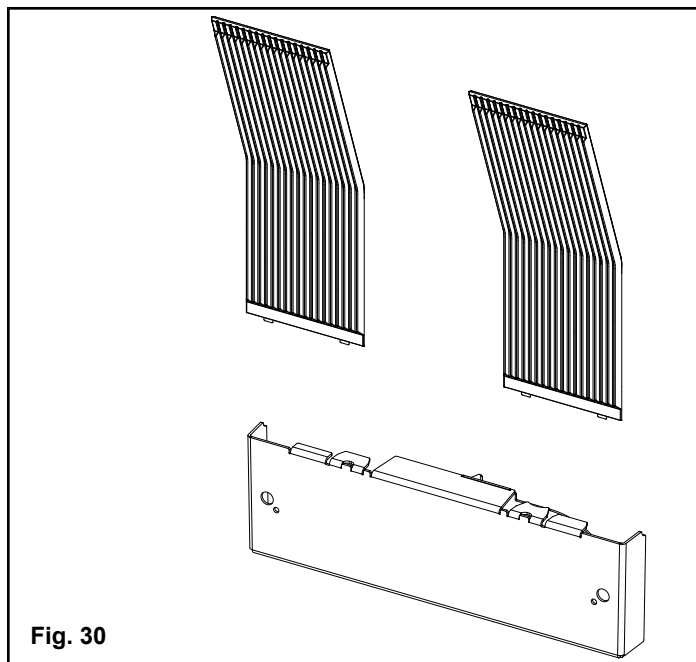

Fig. 30
1. Enlevez les deux couvercles de l'échangeur de chaleur. Voir figure 30. Ces couvercles sont en fonte et maintenus en place par une attache pivotante dans les angles supérieurs droit et gauche. Voir fig. 31. Pivotez suffisamment l'attache vers le haut pour libérer le bord supérieur du couvercle de l'échangeur de chaleur. Basculez le couvercle vers l'avant d'environ 5 cm (2") et soulevez-le d'environ 2,5 cm (1") de façon à libérer le bord inférieur. Le couvercle peut maintenant être entièrement sorti par l'ouverture supérieure de la porte. Répétez ce procédé avec le deuxième couvercle de l'échangeur de chaleur. (Suite page suivante).
2. Enlevez l'assemblage de prise d'air comburant. Fig. 30. La prise d'air comburant est maintenue en place par deux attaches pivotantes. Fig. 32. Pivotez chaque attache jusqu'à ce qu'elle pende librement, loin du goujon de retenue. Vous pouvez maintenant sortir la prise d'air en la basculant et en sortant d'abord son côté droit par l'ouverture de porte inférieure.